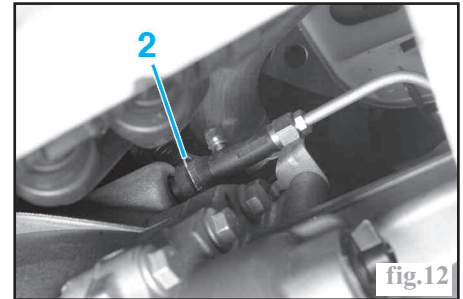

fig.12
- Appuyer sur l'agrafe (2) tout en tirant sur le tuyau (fig.12).